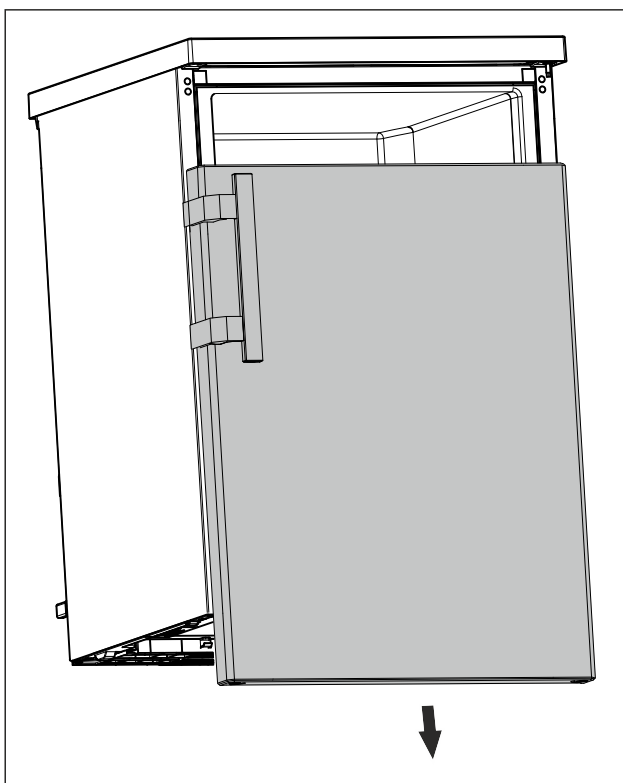

Fig. 16
- ▶ Снимите дверь движением вниз. (см. Fig. 16)